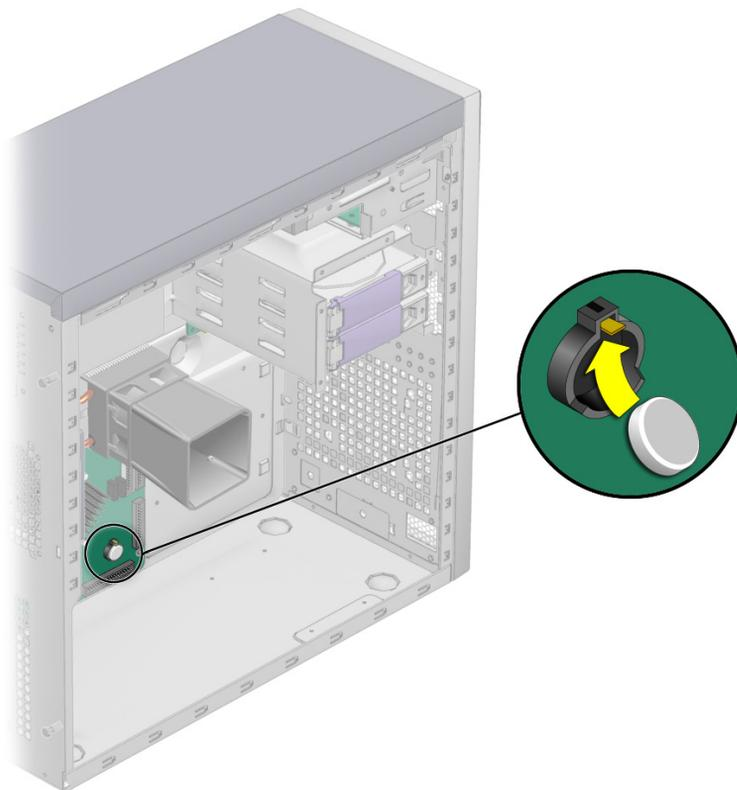

РИС. 4-22 Установка системной батарейки
6. Вставьте новую батарейку положительным полюсом (+) вверх (см. РИС. 4-22).